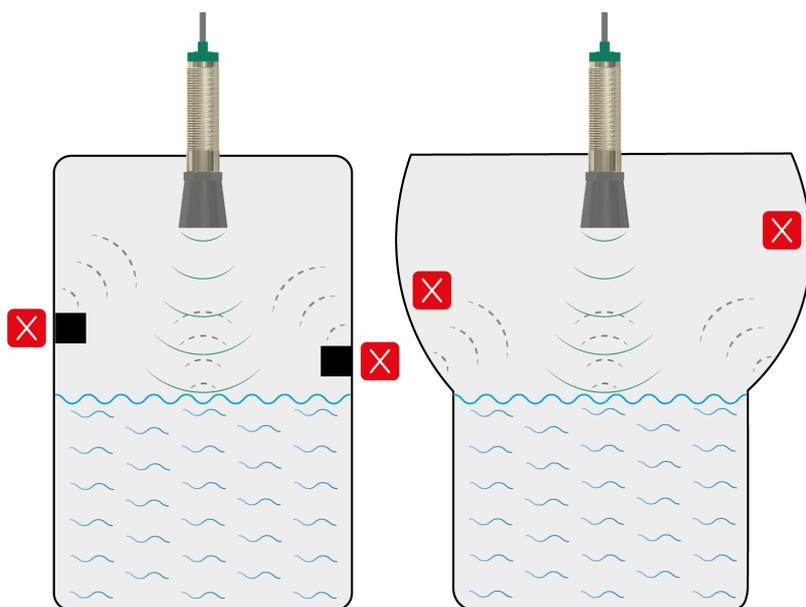

Рисунок 16 – обнаружение датчиков сторонних\нежелательных объектов
2.11.3 Ультразвуковой датчик может среагировать на сторонние (нежелательные) объекты, находящиеся даже за пределами его зоны обнаружения. В резервуаре не должно быть поверхностей, способных отражать ультразвуковое излучение в сторону датчика (рисунок 16).